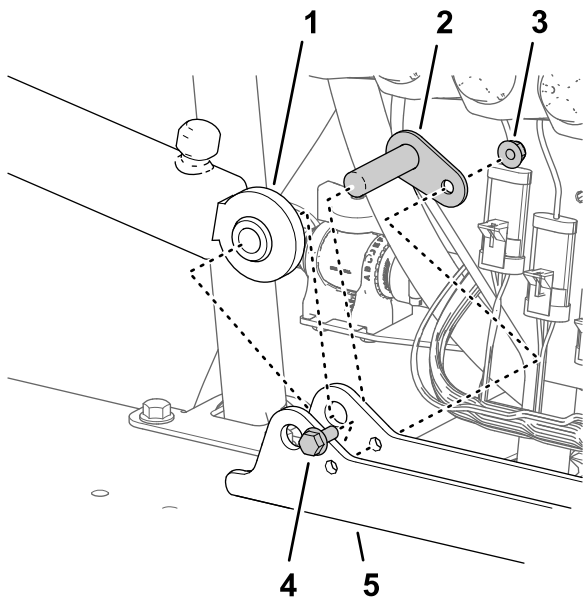

Figure 116
1. Placez l'extrémité fixe du vérin de levage que vous avez retiré à l'opération 3 de Dépose des vérins de levage \(page 24\) en face du trou de 16 mm du support de vérin (Figure 116).
- Fixez le vérin à son support avec l'axe de pivot, le boulon à embase et l'écrou à embase (Figure 116).